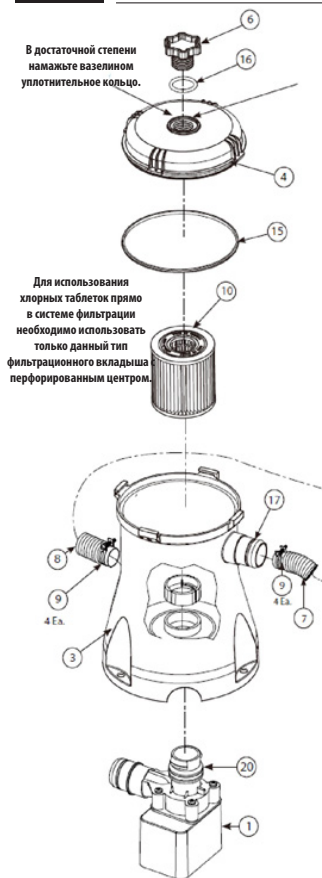

РИС. 1
3. Возьмите впускной и выпускной шланги (7, 8), а также изымите четыре хомута для шлангов (9) из мешочка с принадлежностями. Отпустите хомуты для шлангов и наденьте их на оба конца каждого шланга. Один шланг присоедините к впуску корпуса системы фильтрации, а второй шланг – к ее выпуску. Затяните оба хомута для шлангов (9) на корпусе системы фильтрации. См. **рис. 1, 3 и 4**.
4. Установите ситечко с выводом (11, 12) на выпуск в стенке бассейна. Наденьте впускной шланг от корпуса системы фильтрации на выпуск бассейна. Затяните хомут на шланге. См. **рис. 1, 3 и 4**.
5. Установите направляющий элемент потока с вводом (11, 13) на стенку бассейна. Установите выпускной шланг корпуса системы фильтрации на ввод в бассейн. Затяните хомут на шланге. Начните наполнение бассейна водой. См. **рис. 1, 3 и 4**.